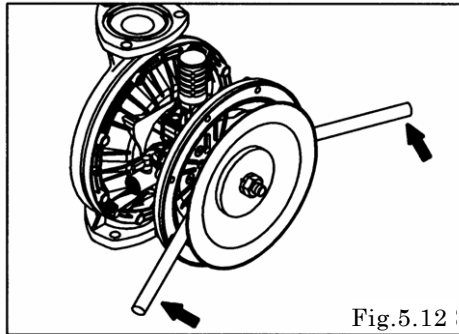

Fig.5.12
- ・内側のセンターディスクにパールをかけ、反対側に引き出しダイアフラムを反転させる。(B□H、B□S、B□H/Tを除く) [Fig.5.12、5.13]